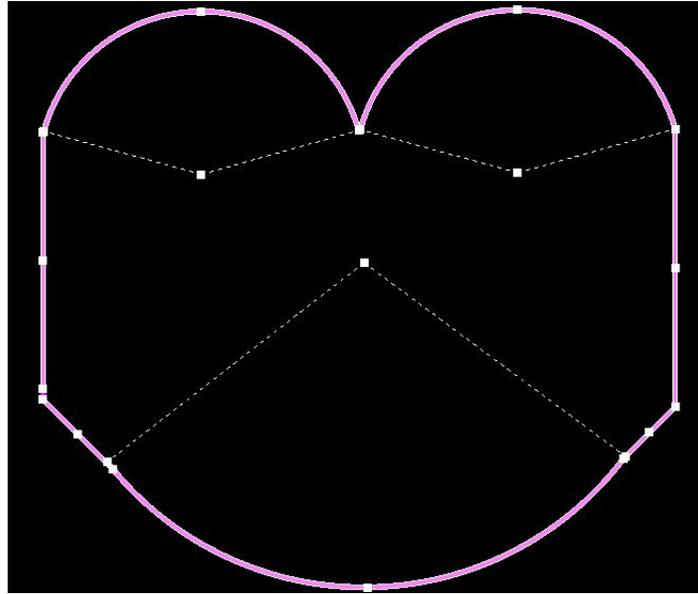

图5-60 选择全部走线
(9) 我们按住shift键，一个一个单击走线和扇形，或者按键盘上的ctrl+A，如图5-60所示。